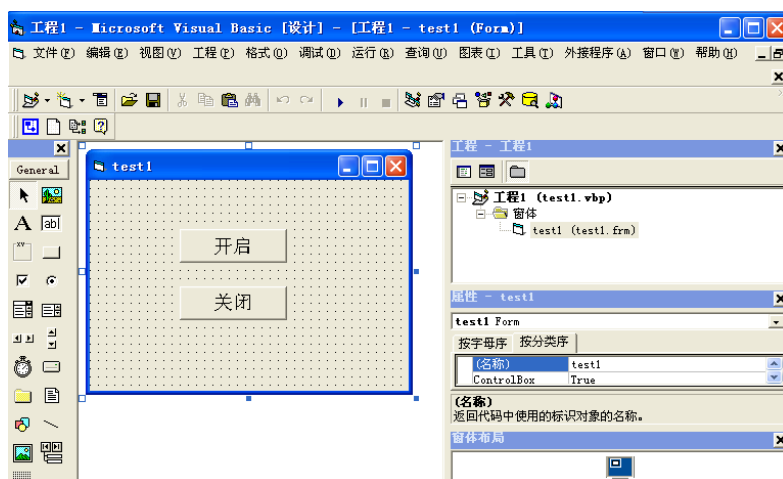

图6-3 添加按键
- (1) 在磁盘上新建一个目录，如 E:\test1
- (2) 打开 Visual Basic 6.0
- (3) 新建一个“标准 EXE”工程，在对话框上添加按钮“开启”（名称修改为 CB_Start）和“关闭”（名称修改为 CB_Stop），如图 6-3 所示：